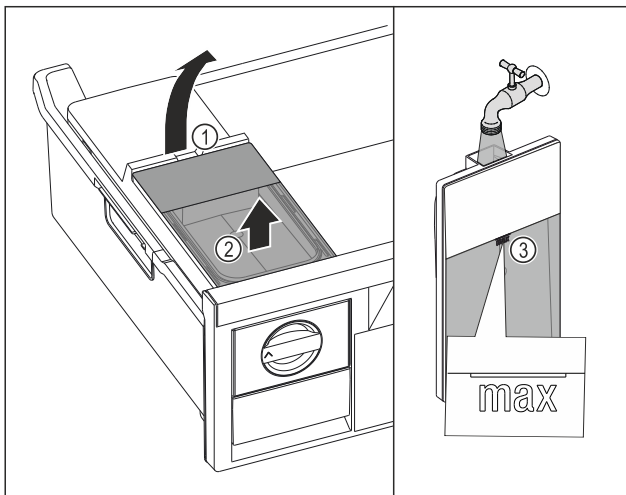

Fig. 81
- ▶ Повдигнете резервоара за вода при прореза Fig. 81 (1).
- ▶ Извадете резервоара за вода нагоре. Fig. 81 (2)
- ▶ Напълнете резервоара за вода до маркировката Fig. 81 (3) с питейна вода.